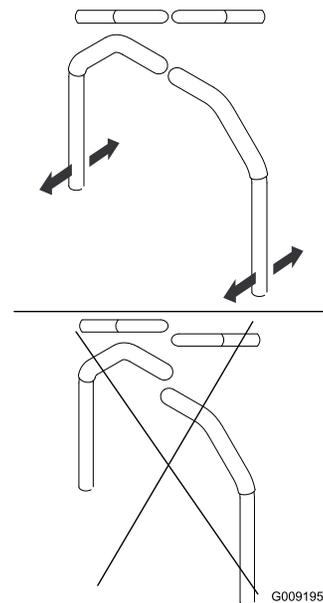

Figura 82
4. Alinee las palancas en el sentido adelante/atrás acercándolas a la posición de punto muerto, y moviéndolas hasta que estén alineadas; luego apriete los pernos (Figura 82).